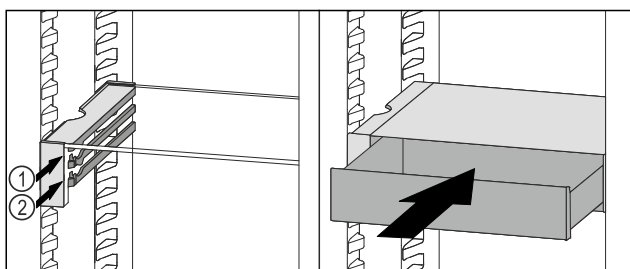

Fig. 52
- ▶ Встановити висувний ящик VarioSafe за стопорами на потрібне ребро Fig. 52 (1) або Fig. 52 (2).